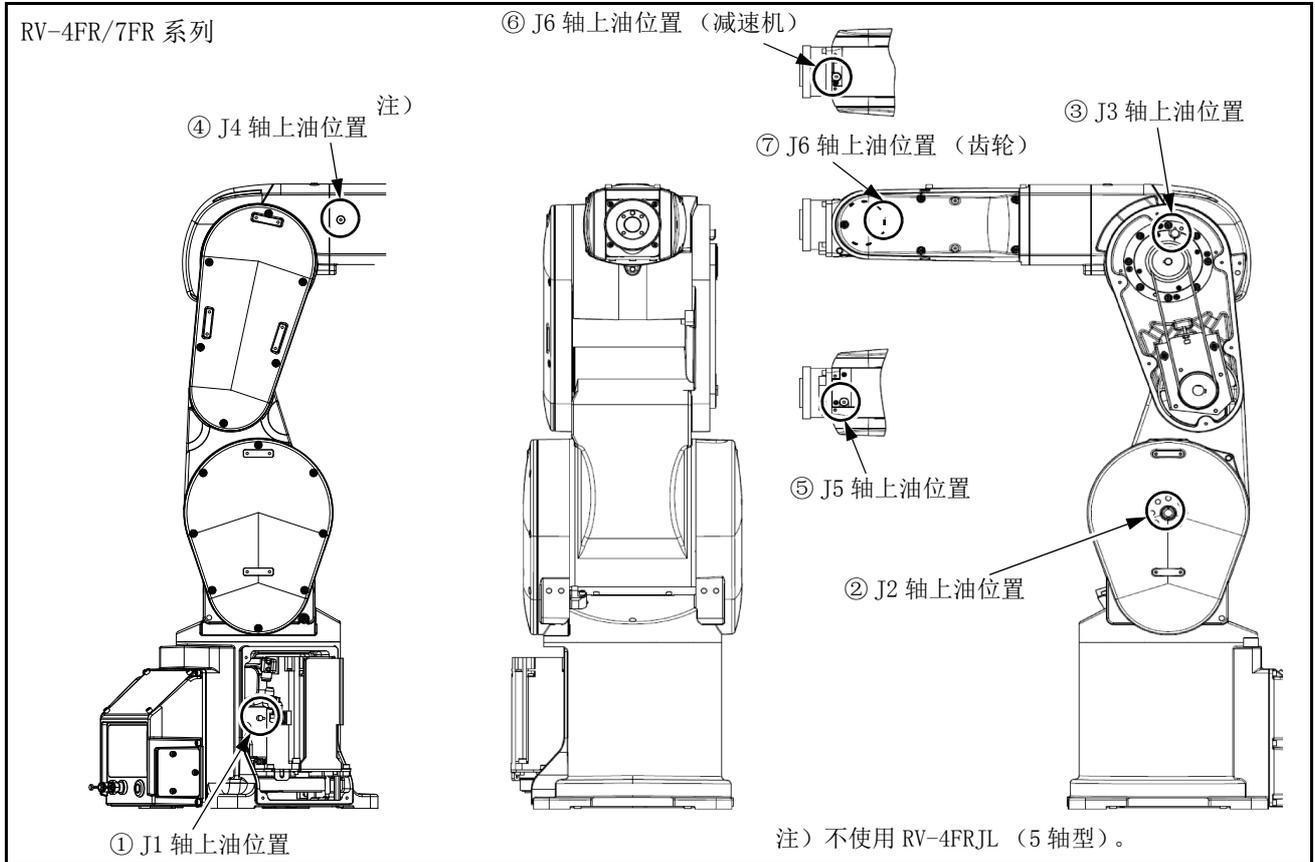
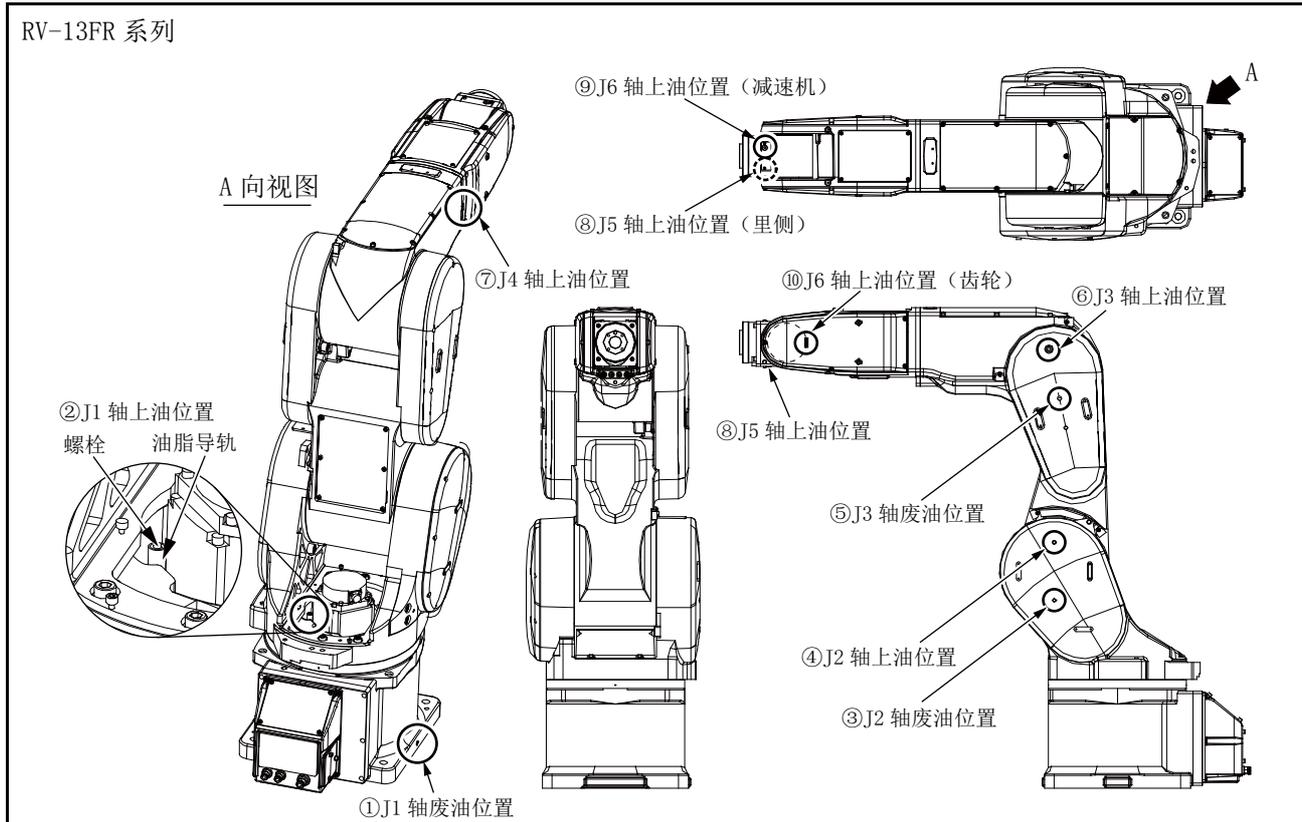

图 5-27: 上油位置 (RV-4FR/7FR 系列)
图 5-28: 上油位置 (RV-13FR 系列)
油脂喷嘴的位置如图 5-27 (RV-4FR/7FR 系列) 及图 5-28 (RV-13FR 系列) 所示。此外, 各轴的上油规格如表 5-11 所示。
- 表 5-11 的编号与图 5-27 (RV-4FR/7FR 系列) 及图 5-28 (RV-13FR 系列) 的编号相对应。
- 1) 根据机器人的不同型号, 将机器人设为如图 5-27 (RV-4FR/7FR 系列) 或图 5-28 (RV-13FR 系列) 所示的姿势。